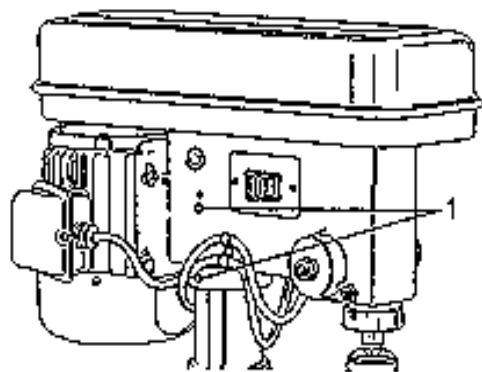

Fig. 9
2. La colonna corrisponde al foro di montaggio nel trapano. Assicuratevi che il foro di montaggio sia ben inserito sulla colonna. Allineate la testata del trapano con la tavola portapezzi e la lastra di base, e con l'aiuto di una chiave esagonale serrate a fondo ambedue viti di regolazione (**fig. 9**).